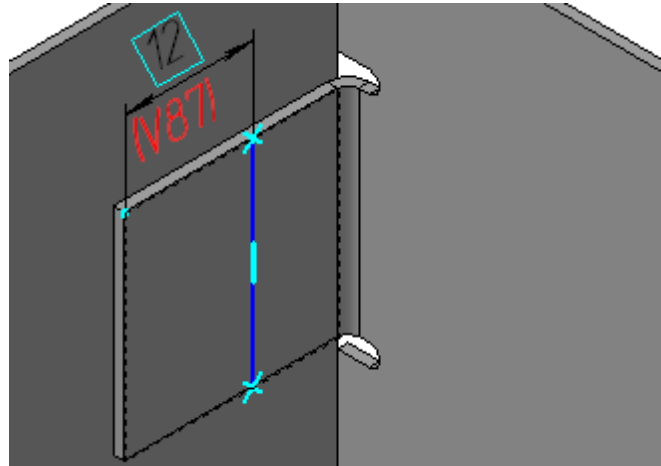

Рисунок 28.
- Проставьте к отрезку линейный размер  и присвойте ему значение 12 мм (рис. 28).